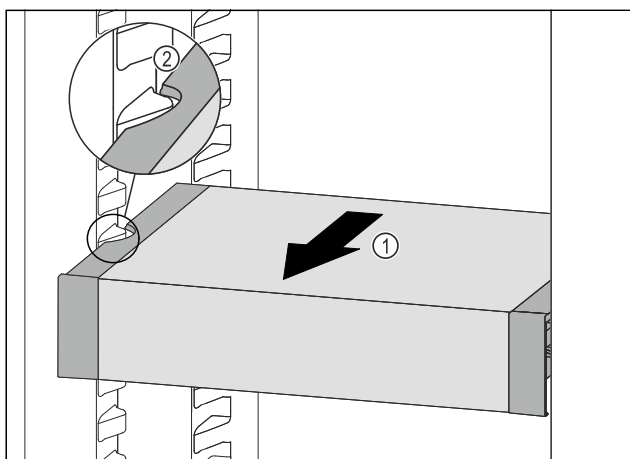

Fig. 72
- Tirer le VarioSafe vers l'avant Fig. 72 (1) jusqu'à ce que les encoches latérales du VarioSafe se trouvent au niveau de la nervure du bac dans la partie réfrigérateur. Fig. 72 (2)